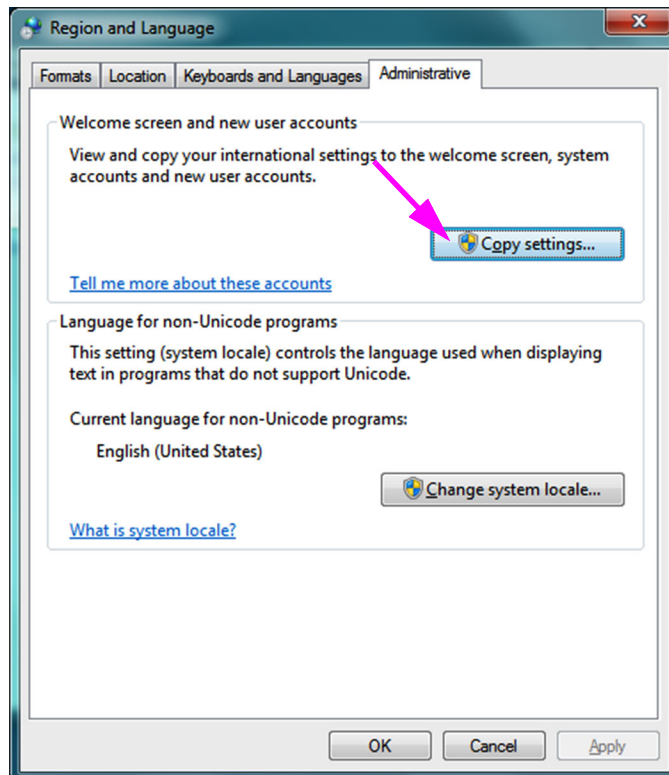

Figura C-16. Ecranul Regiune și limbă - Fila Administrativ
6. Faceți clic pe fila **Administrativ (Administrative)**. Apare fila Administrativ (Administrative) (consultați Figura C-16).